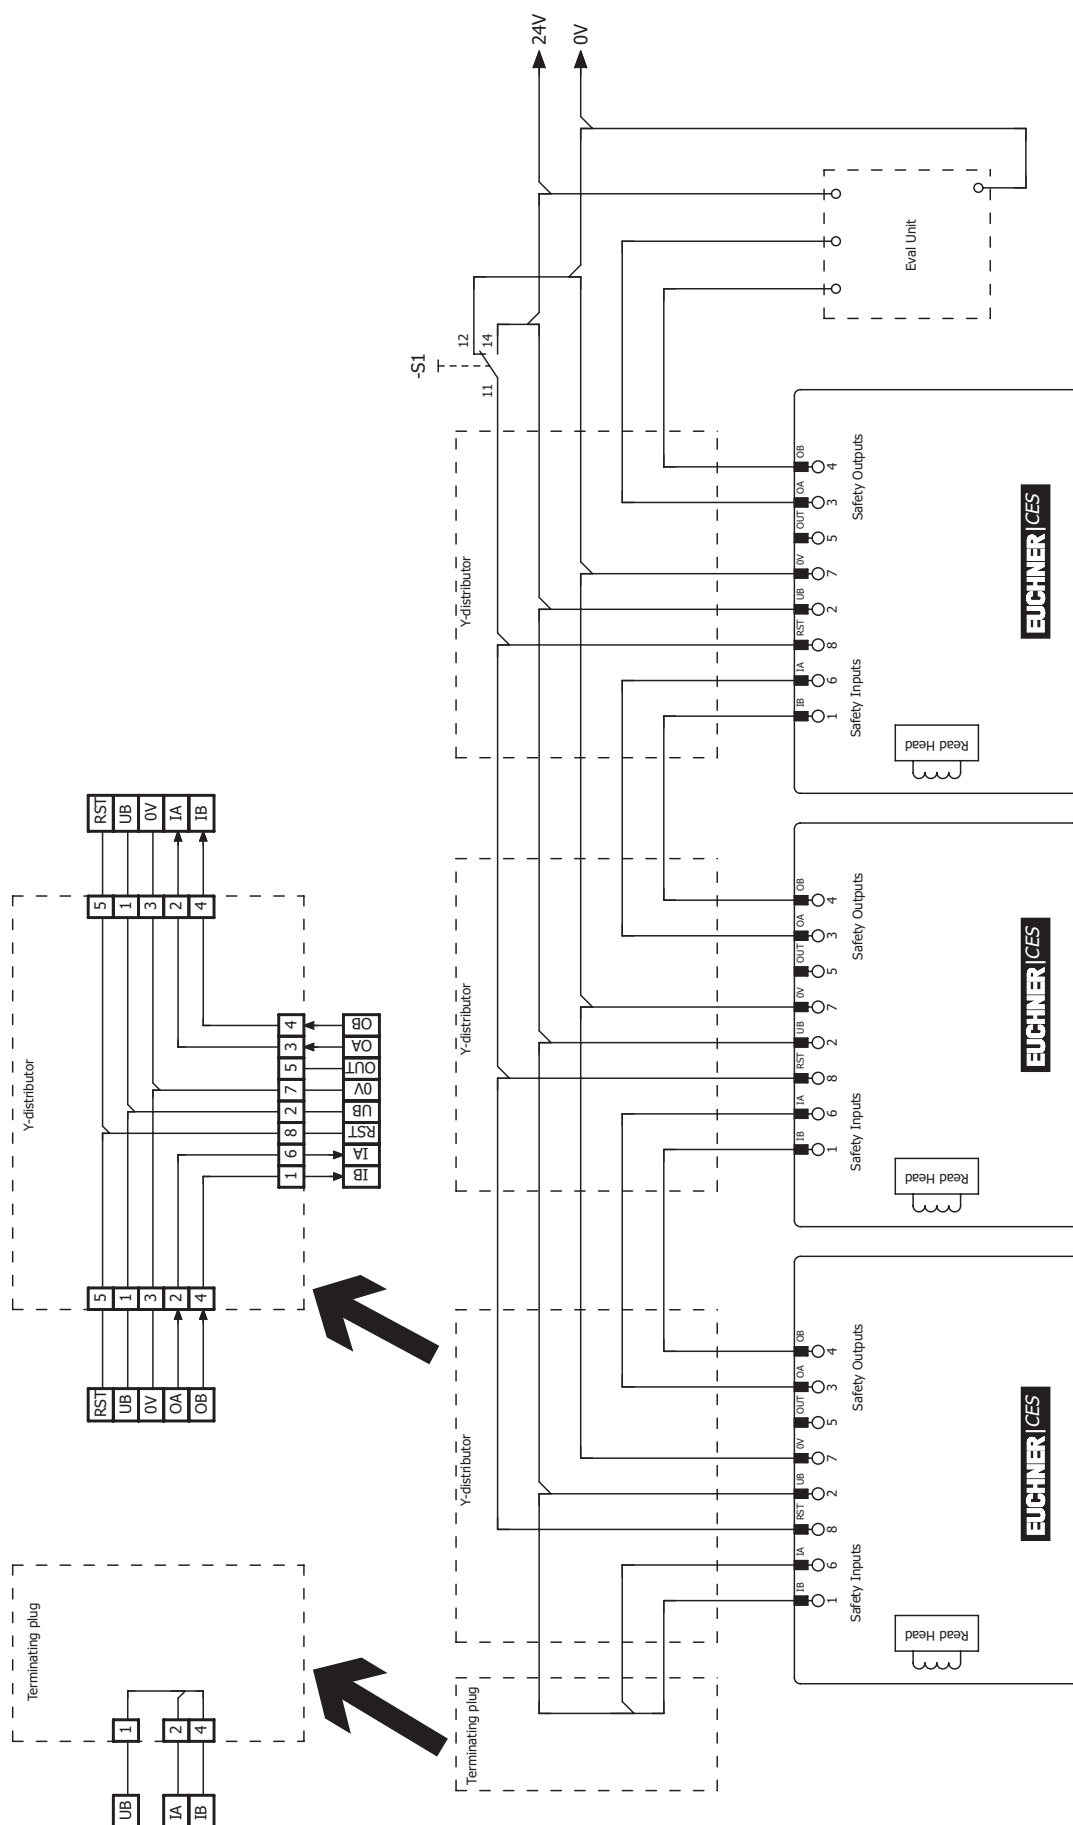

Bild 4: Anschlussbeispiel für Reihenschaltung mit Reset und Wechselschalter
- › Es muss ein gemeinsames Signal für alle Schalter in der Kette verwendet werden. Dies kann ein Wechselschalter sein, es kann aber auch der Ausgang einer Steuerung verwendet werden. Ein Taster ist nicht geeignet, da der Reset im Betrieb immer auf GND liegen muss (siehe Schalter S1 in *Bild 4 auf Seite 19*).
Damit dies möglich ist, muss der Eingang RST wie in *Bild 4 auf Seite 19* beschaltet sein.